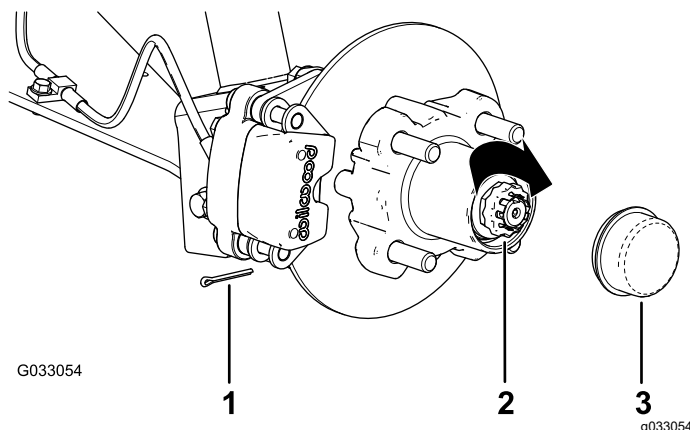

Figura 27
retenedor y el orificio de la chaveta de la mangueta (Figura 27).
9. Instale la chaveta y doble las patas alrededor del retenedor (Figura 27).
10. Instale el tapón guardapolvo sobre el cubo (Figura 27).